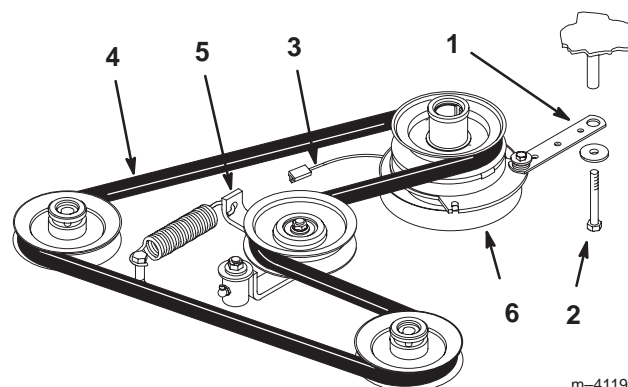

Figure 68
- Enlevez le boulon de la barrette de l'embrayage et débranchez le fil de l'embrayage électrique (Fig. 68).
- Écartez la poulie rappelée par ressort. Déposez la courroie de transmission des poulies du moteur et de la pompe hydraulique (Fig. 68).
- Installez la courroie neuve sur les poulies du moteur et de la pompe hydraulique (Fig. 68).
- Écartez la poulie rappelée par ressort, alignez la courroie, puis relâchez la poulie (Fig. 68).